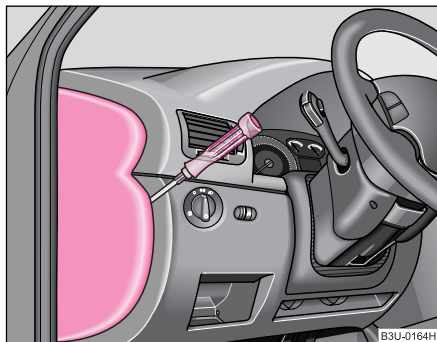

Fig. 187 Tabloul de bord, partea stângă: Capacul suportului de siguranțe
- Capacul suportului de siguranțe se îndepărtează cu ajutorul unei șurubelnițe ♥ **fig. 187**.